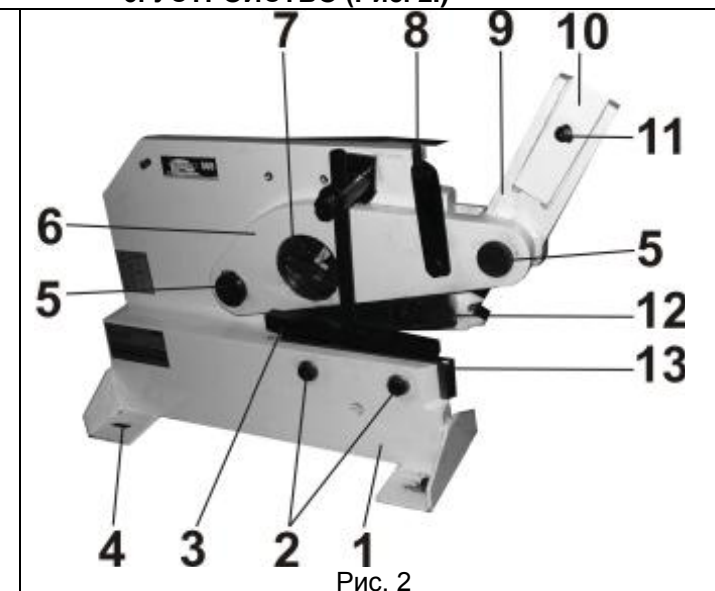

Рис. 2
6. УСТРОЙСТВО (Рис. 2.)
7. СБОРКА (Рис. 2)
8.1. Закрепите ножницы на прочной и устойчивой рабочей поверхности верстака с помощью болтовых соединений (не комплектуется) через монтажные отверстия (4) (Рис. 2).
9. ПОРЯДОК РАБОТЫ (Рис. 2, 3)
- 10.1. Смажьте зубья зубчатого рычага (9) (Рис. 2) небольшим количеством консистентной смазкой.